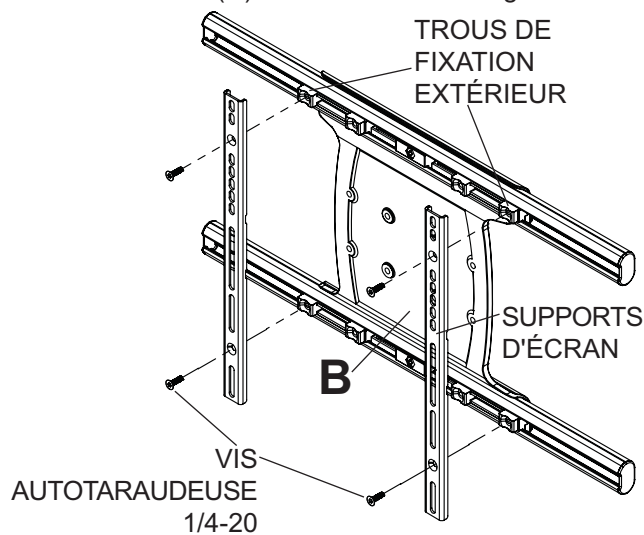

fig. 4.1
- 4** Retirez quatre vis 1/4-20 x 0,6 po à l'aide d'une clé hexagonale de 5 mm (I) et desserrez deux vis 1/4-20 x 1,25 po d'un demi-tour pour permettre le réglage du support de l'écran.
- 4-1** À l'aide d'une clé hexagonale de 5 mm (I), retirez les quatre vis autotaraudeuse 1/4-20 pour détacher les supports d'écran du support adaptateur universel (B) comme illustré à la figure 4.1. Réinstallez les quatre vis autotaraudeuse 1/4-20 pour fixer les supports d'écran aux trous de fixation intérieurs du support adaptateur universel (B) comme illustré à la figure 4.2.